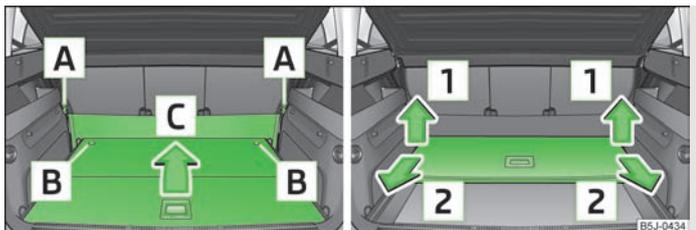

Fig. 48 Rabattre/Extraire le plancher de chargement variable
➤ Décrochez les boucles **A** » fig. 48 du panneau de séparation souple des points de fixation.
- Déverrouillez le plancher de chargement variable en faisant tourner les axes de fixation **B** » fig. 48 de 180° env. vers la gauche.